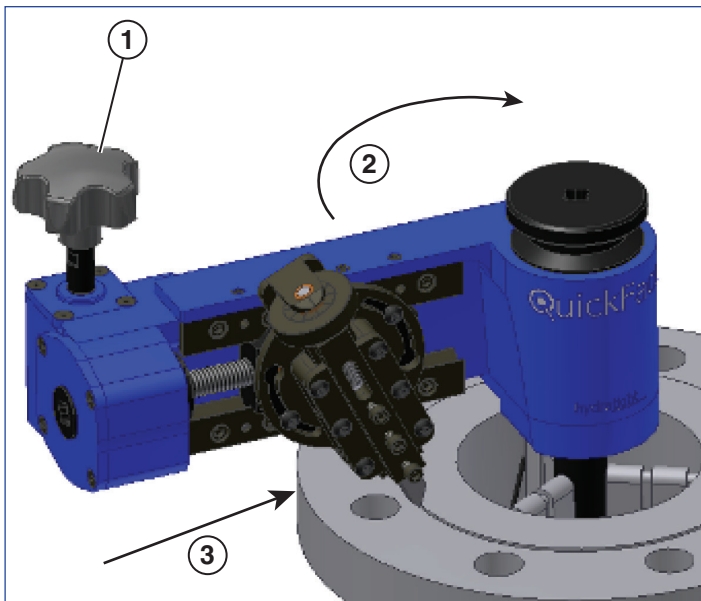

Figura 14
7. Afferrare fermamente la manopola di alimentazione con il palmo della mano. Ancora con una forte presa, tirare il QuickFace attorno al pezzo nella direzione oraria (vedere la Figura 14). Accertarsi che nel percorso di taglio o comunque entro i parametri operativi del QuickFace non ci siano lembi di abiti o altri ostacoli. Se il taglio necessita di un maggiore momento torcente di quanto supposto, arretrare la placchetta dell'utensile fuori dal taglio con la manopola di regolazione della profondità. SE LA MACCHINA NON PUO' ESSERE CONFORTEVOLMENTE TIRATA ATTORNO AL PEZZO, ARRESTARE IL FUNZIONAMENTO E REGOLARE DI NUOVO LA PROFONDITA' DI TAGLIO.